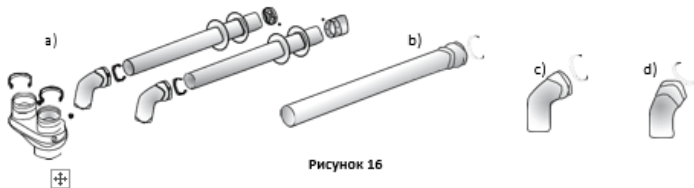

Рисунок 16
4. Колено 45°  $\varnothing 80 \times 80$  мм (Рисунок 16д)